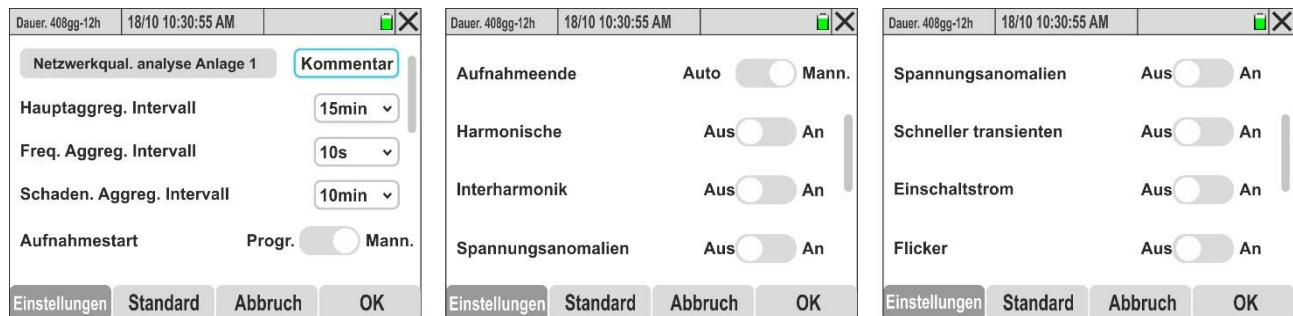

Abb. 28: Bildschirm Aufzeichnungseinstellungen
1. Wählen Sie den Modus „**Rekorder Konfiguration**“. Das Instrument zeigt den Bildschirm aus Abb. 28 – links
1. Wählen Sie das Menü „**Standard**“. Das Instrument zeigt den Bildschirm von Abb. 28 – links